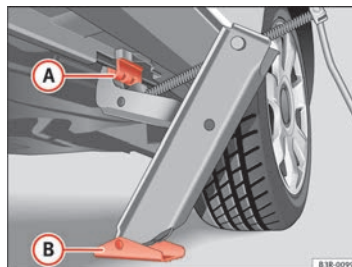

Fig. 195 Cambio di una ruota: Cric
- Applicare il cric in modo che la staffa faccia presa in corrispondenza della nervatura del montante inferiore ⇒ pag. 269, fig. 195 **A** e che la base mobile **B** appoggi bene a terra.